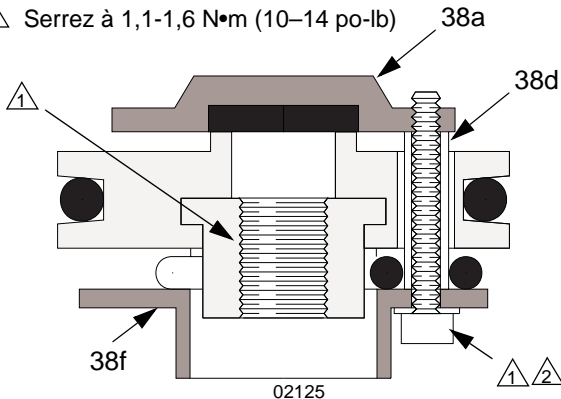

FIG. 12
- Si l'une des entretoises (38d) des clapets est endommagée, remplacez les trois pour assurer un écartement correct entre les clapets (18a,18f) et les sièges. Référez-vous à la FIG. 12.